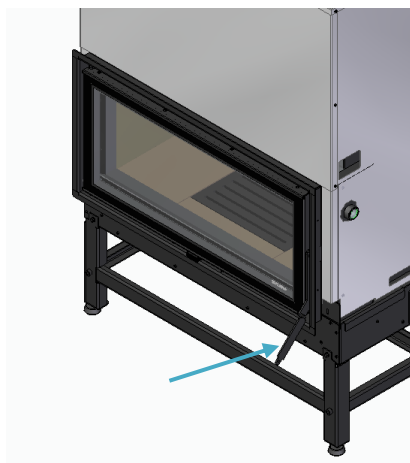

Figura 19
n) Nos modelos com porta em movimento horizontal, verificar, utilizando a ferramenta, se a porta é capaz de abrir facilmente e se, quando fechada, a vedação da porta está em contacto com o painel frontal, Figura 19;